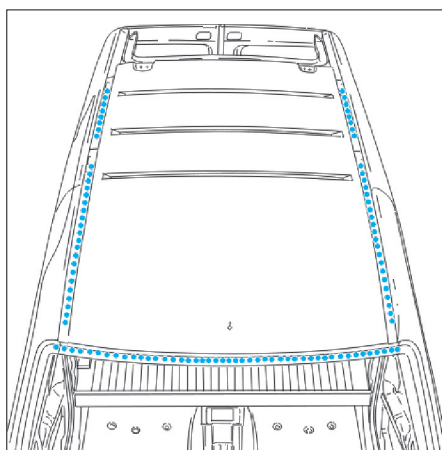

FIG. 99
- Souder par points électriques avec l'équipement (Fig.99).